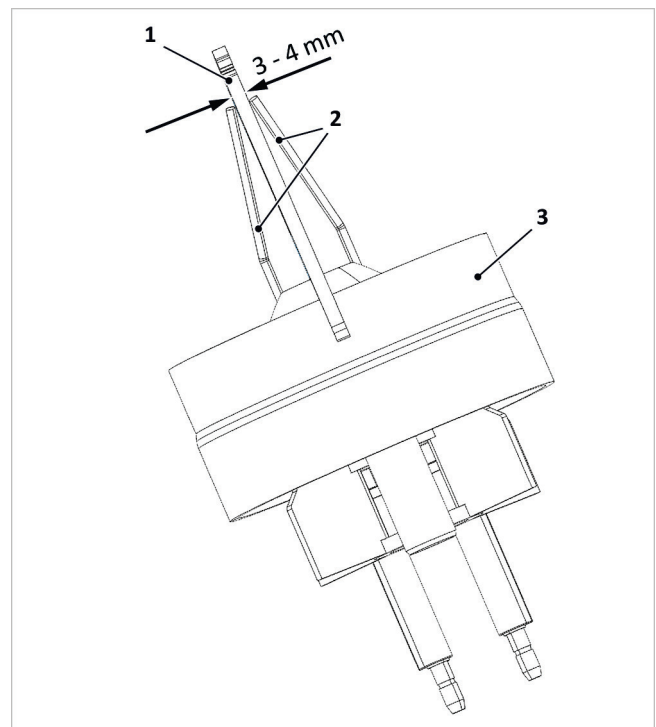

Fig. 119: Comprobación de la distancia de los electrodos de encendido
- Controle la distancia de los electrodos tal y como se muestra en la → fig. 119 y, en caso necesario, corríjala doblándolos con cuidado.